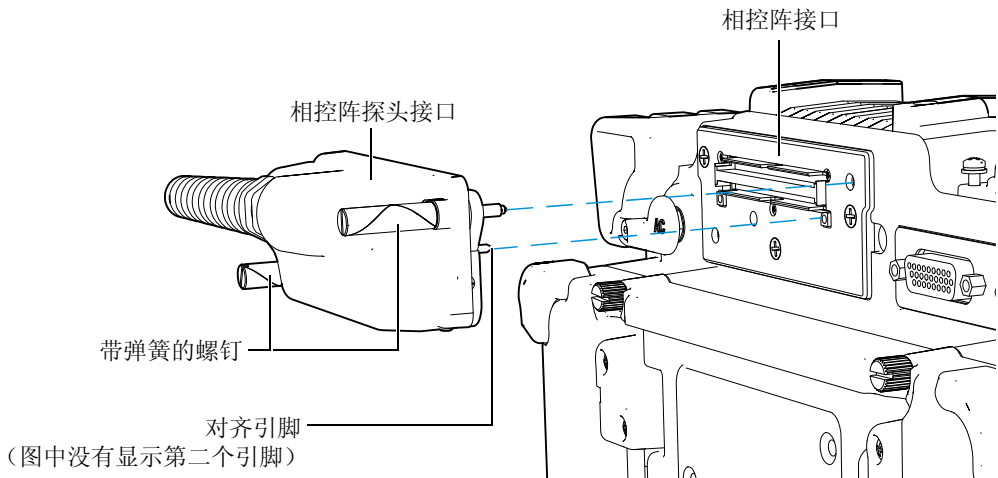

图 1-8 相控阵（PA）探头的接口
EPOCH™ 1000iR 和 EPOCH 1000i 仪器的标准配置含有一个相控阵探头接口，位于仪器的后面（参见第 24 页的图 1-8）。
相控阵探头接口有两个对齐引脚，可保证正确连接任何相控阵探头（参见第 24 页的图 1-8）。两个带弹簧的螺钉用于保持相控阵探头与该接口的正确接触，在使用探头以前务必将螺丝拧紧。
1. 将相控阵探头上的两个导向针与仪器接口中的导向针孔对齐（参见第 24 页的图 1-8）。